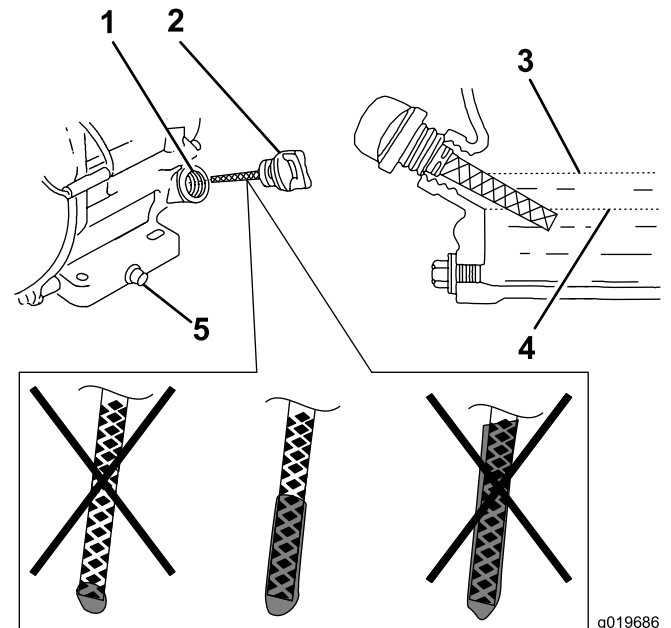

Figura 13
6. Retire la varilla de nuevo e inspeccione el extremo. Si el nivel de aceite del motor es bajo, vierta lentamente en el tubo de llenado sólo la cantidad de aceite suficiente para que el nivel llegue hasta la mitad de la varilla (Figura 13).